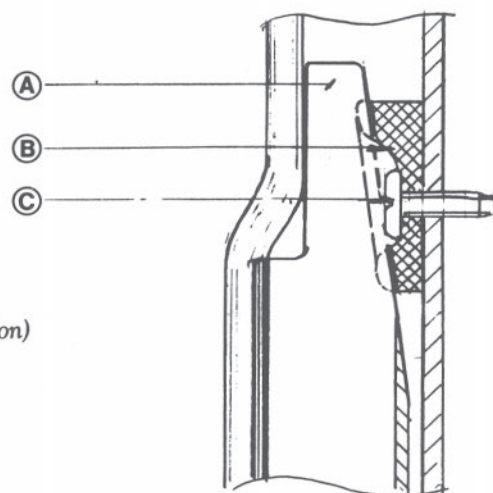

Fig. 1
2. Montera gummibiten enl. fig. 1.